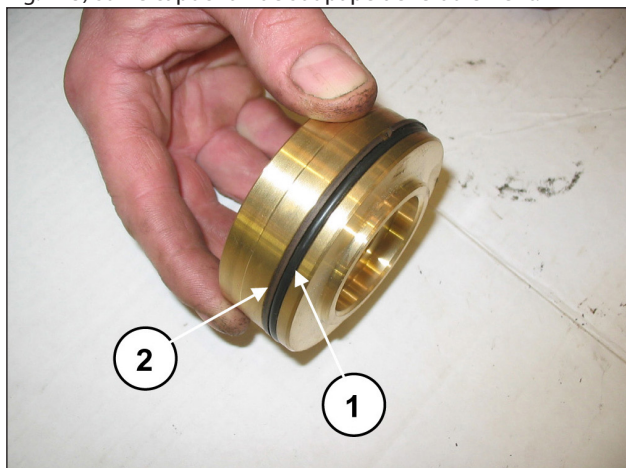

Fig. 125
Monter le joint torique, rep. vue éclatée n° 17 (rep. ①, Fig. 125) et la bague anti-extrusion, rep. vue éclatée n° 21 (rep. ②, Fig. 125) sur le capuchon de soupape de refoulement.